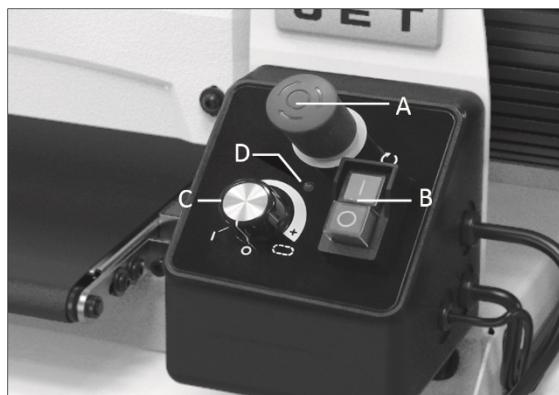

Figure 9-1: Panneau de commande
3. Démarrez le cylindre à poncer (avec panneau de commande, Figure 9-1).
2. Déverrouillez l'arrêt d'urgence (A, Figure 9-1) en tournant le bouton rouge dans le sens des